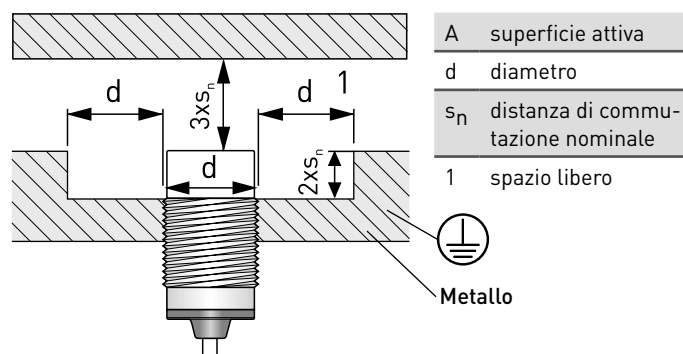

Figura 1: Spazio libero intorno ad un sensore induttivo wireless cilindrico Ex RF IS M** nb-ST Xm non a raso e distanza da una superficie conduttrice opposta.
- I sensori induttivi wireless tipo Ex RF IS M** nb-ST Xm devono essere inclusi nel collegamento equipotenziale tramite l'installazione, in un supporto metallico. Installazione in staffa metallica con messa a terra, vedi Figura 1.